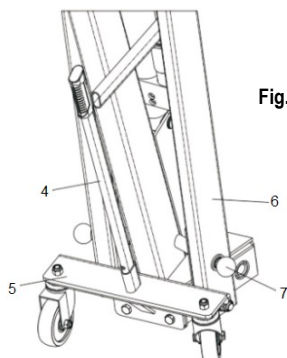

Fig. 8
4. Armjustering: Tryk på gearstangen, skub og træk krogforlængerstangen til det ønskede område (fig. 8).